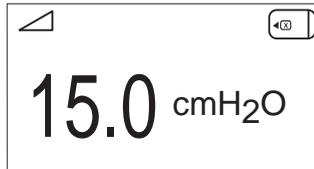

FIGURE 4-3 AFFICHAGE ACTIF (AVEC SMARTCARD)
3. Appuyez sur le bouton  pour activer le débit d'air. L'écran d'affichage actif apparaît (Figure 4-3).